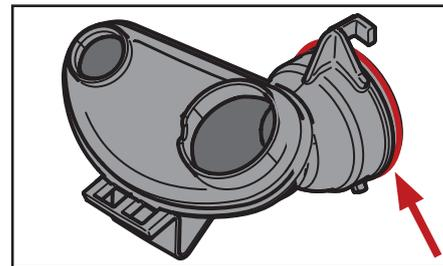

Fig. 5.12 - Junta de la cazoleta de mezcla
- Compruebe si las juntas de color azul están perfectamente colocadas en las cazoletas de mezcla (fig. 5.12).